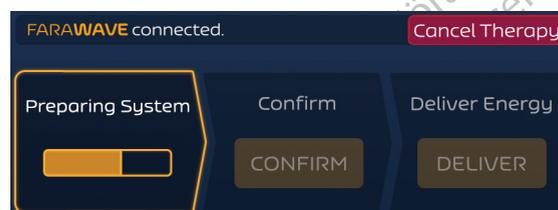

Figura 7. Schermata Therapy (Terapia) - Modalità asincrona - Stato Preparing (Preparazione)
2. Dopo aver posizionato il catetere PFA FARAWAVE nella posizione desiderata, premere il pulsante PREPARE (PREPARAZIONE) per avviare il generatore PFA FARASTAR. La Figura 7 illustra l'interfaccia utente in questa modalità.